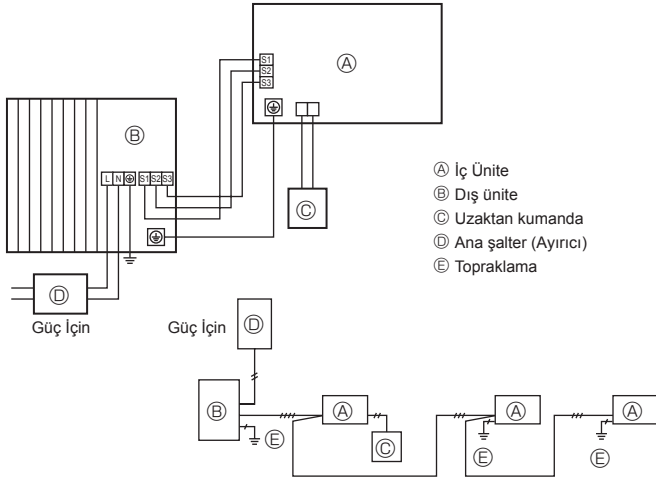

Fig. 6-1
6.1. Dış ünite (Fig. 6-1, Fig. 6-2)
- 2 Fig. 6-1 ve Fig. 6-2'ye bakarak kabloları bağlayın.